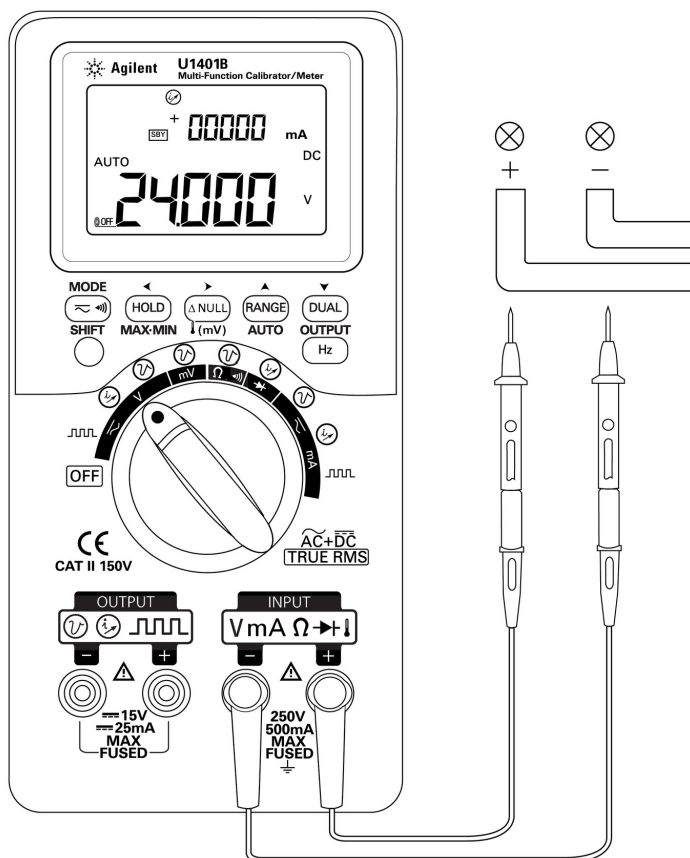

Figura 3-1 Medição de tensão DC
- 3 Conecte os fios de teste vermelho e preto aos terminais de entrada positivo e negativo respectivamente (**Figura 3-1 na página 47**).